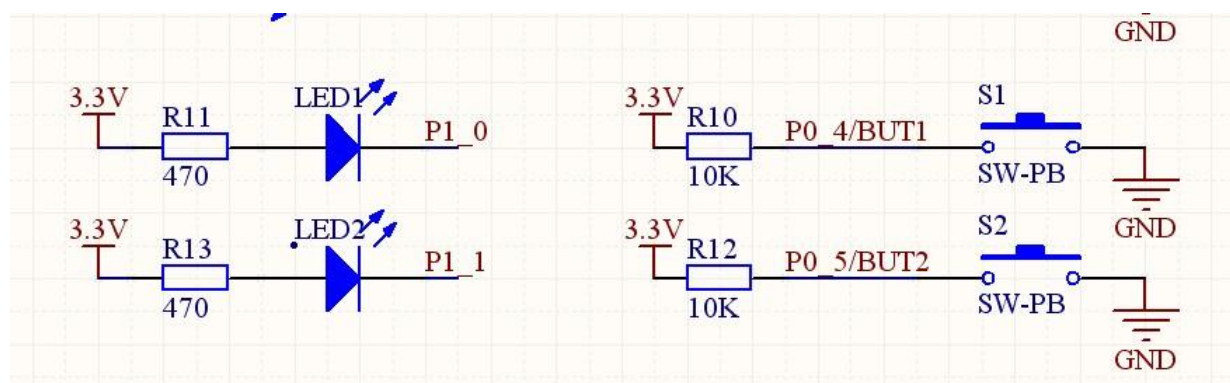

图 2.3 LED 和按键电路
**实验讲解：**我们先来看看 WeBee 底板的 KEY 和 LED 部分原理图：如图 2.3 所示。